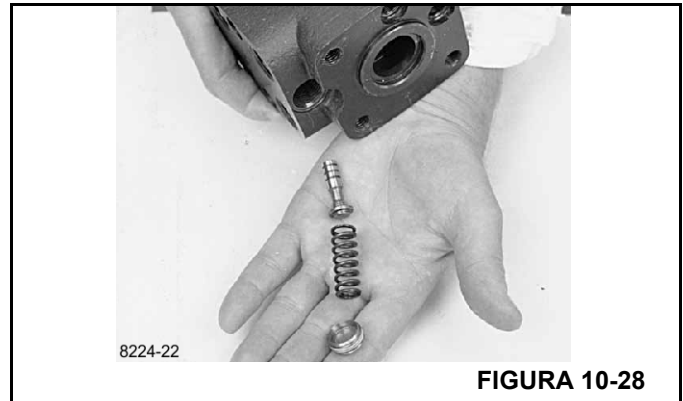

FIGURA 10-28
22. Sacuda el resorte y el émbolo (Figura 10-28). El asiento de la válvula está unido a la caja y no puede retirarse.